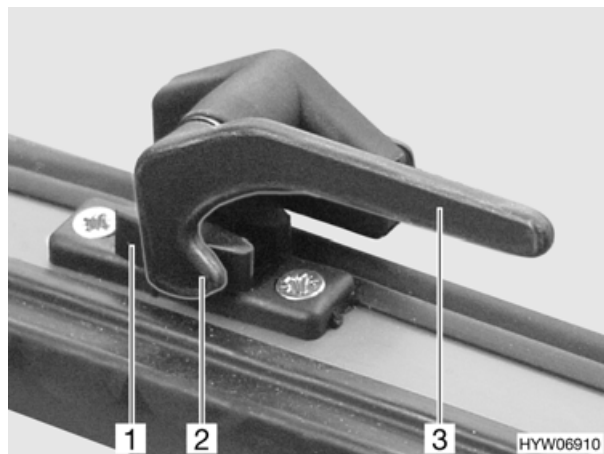

Bild 28 Ausstellfenster, Fenstergriff geschlossen
- Fenstergriff (Bild 28,3) senkrecht stellen oder eine viertel Umdrehung zur Fenstermitte hin drehen.
- Fenstergriff (Bild 28,3) waagrecht stellen oder eine viertel Umdrehung zum Fensterahmen hin drehen. Die Verriegelungsnase (Bild 28,2) liegt auf der Innenseite der Fensterverriegelung (Bild 28,1).